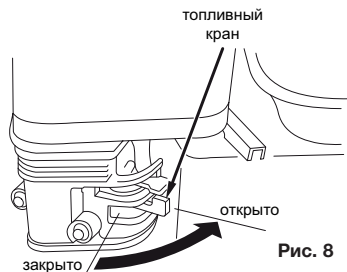

Рис. 8
8.7.6. Перевести топливный кран в положение «Открыто» (крайне правое) (кроме насоса WP10M), см. рис. 8.